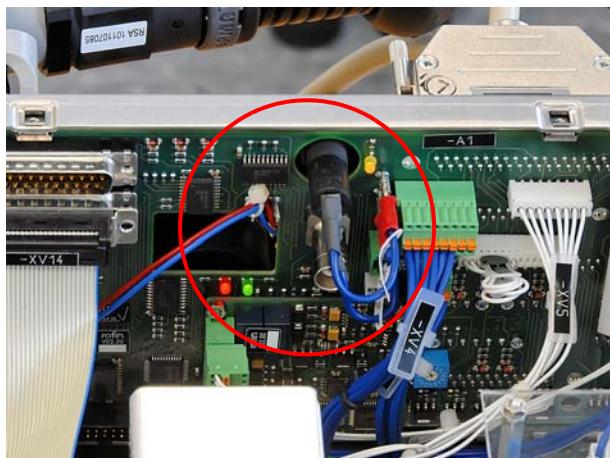

Abbildung 8.84 LEDs PL-CF-Karte
- c) Hauptschalter am Versorgungseinbaus einschalten. Die drei LEDs auf der PL-CF-Karte (siehe Abbildung 8.84, Seite 106) leuchten.
f) Hauptschalter am Versorgungsein- schub einschalten. Die drei LEDs auf der PL-CF-Karte (Abbildung 8.84) leuchten kurz auf. Anschließend blinkt die grüne LED mit einer Frequenz von ca. 1 Hz.